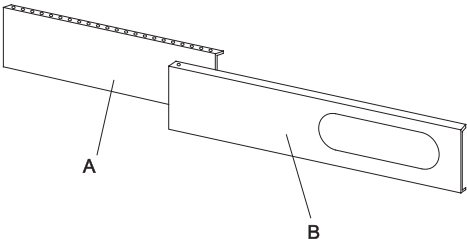

Рис. 10
Составные части кронштейна (см. рис. 10):
- 1. Соедините панели A и B, согласно рис. 10, отрегулируйте в соответствии с шириной окна. После этого убедитесь, что между кронштейном и окном нет зазоров.